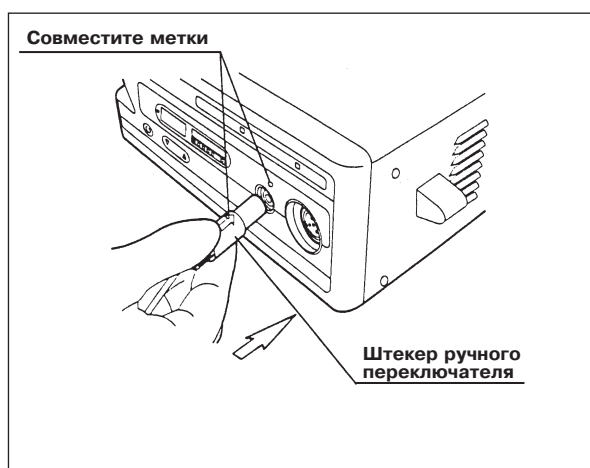

Рис. 3.5
1. Совместите метку (стрелку) на штекере кабеля с красной меткой на коннекторе для соединения с ручным переключателем (см. рис. 3.5).